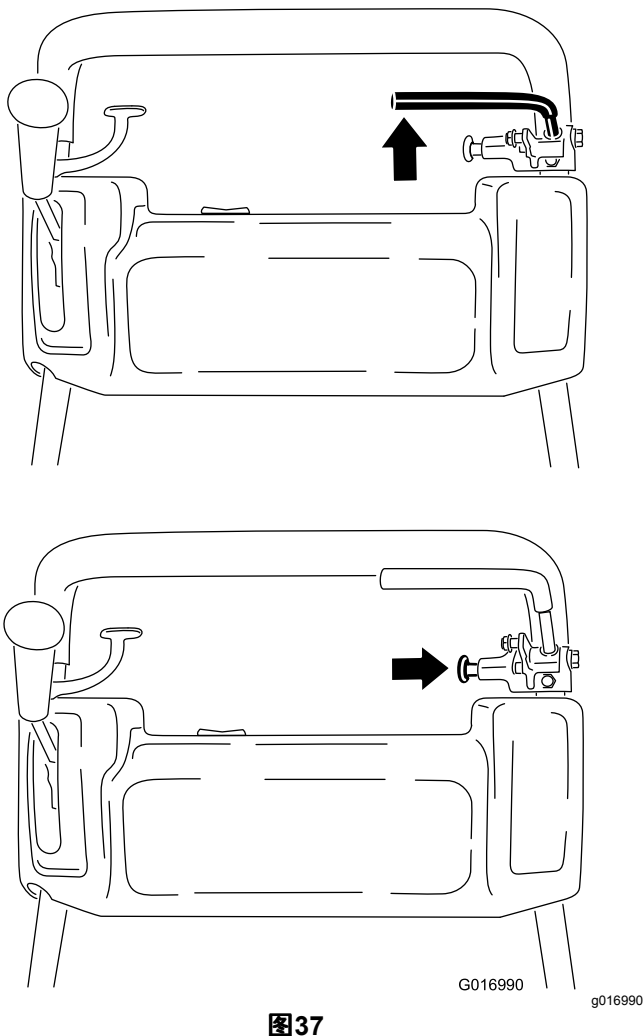

图37
1. 接合行车刹车并推动驻车刹车旋钮以便让行车刹车停靠在驻车刹车销上 图37。